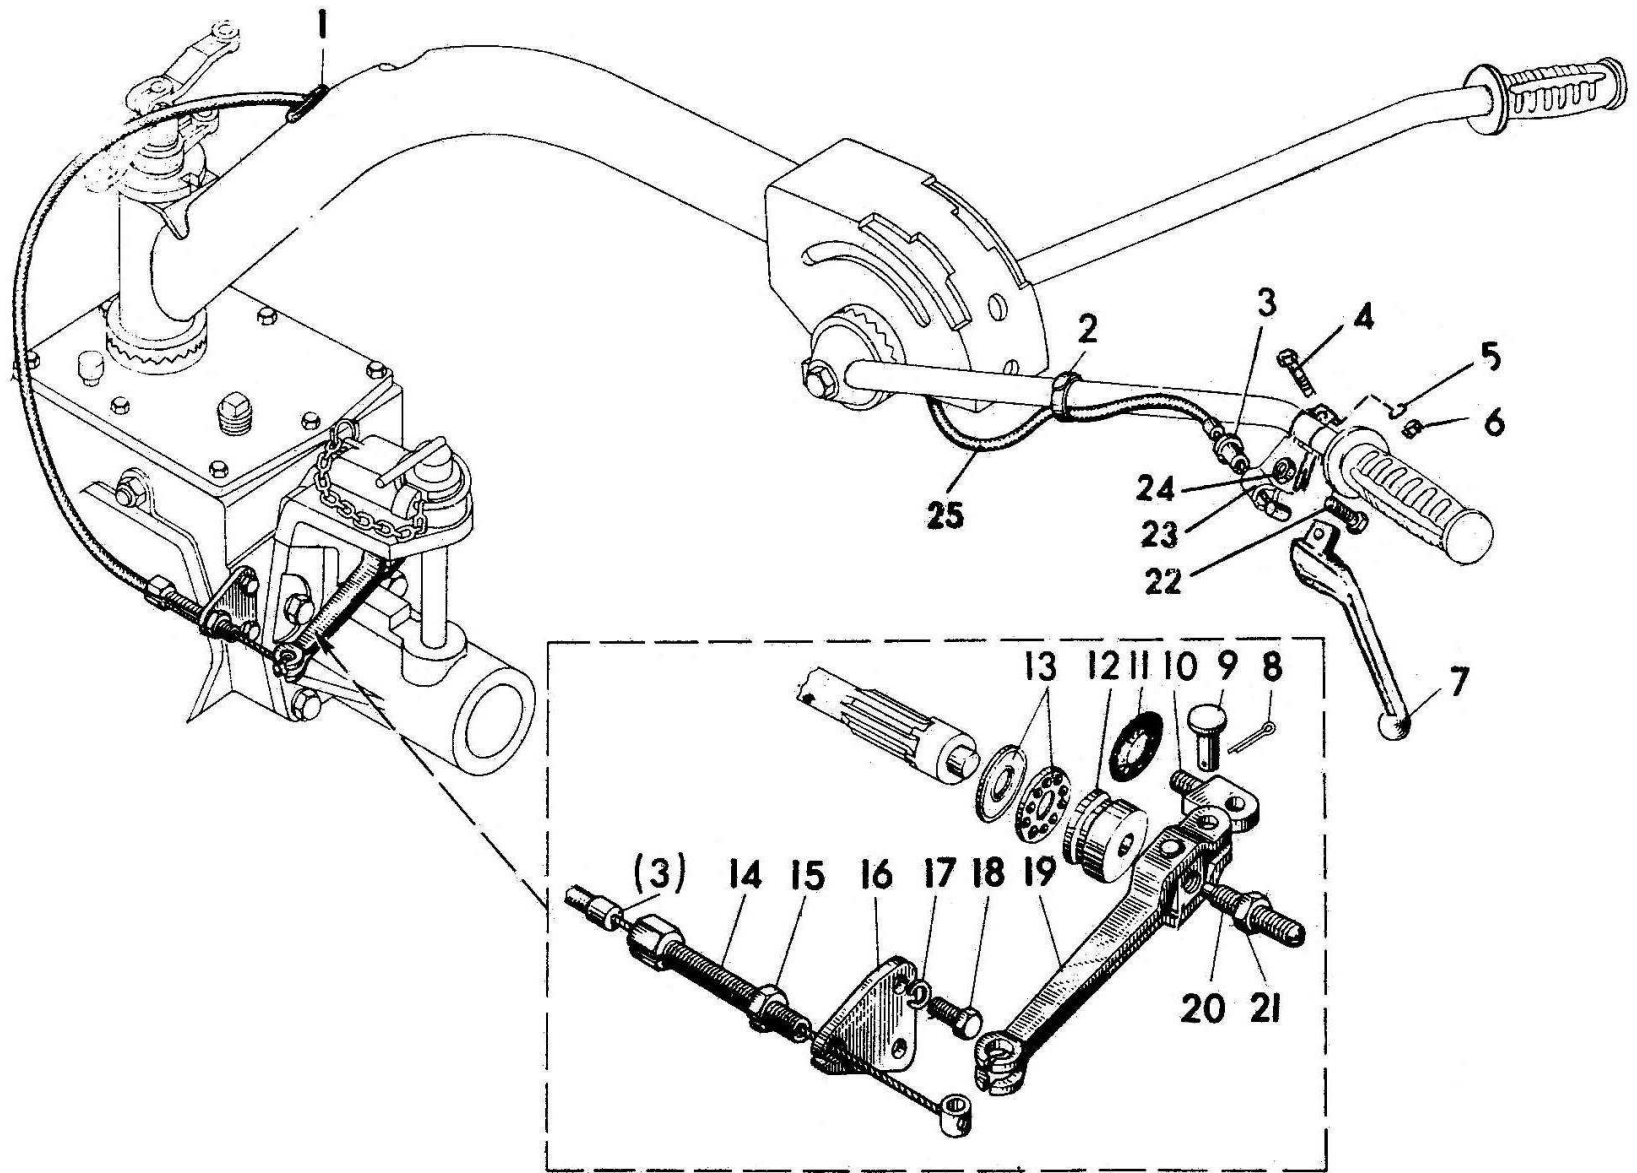

Рисунок 3 – Управление сцеплением
**05-1602. Управление сцеплением (рисунок 3)**